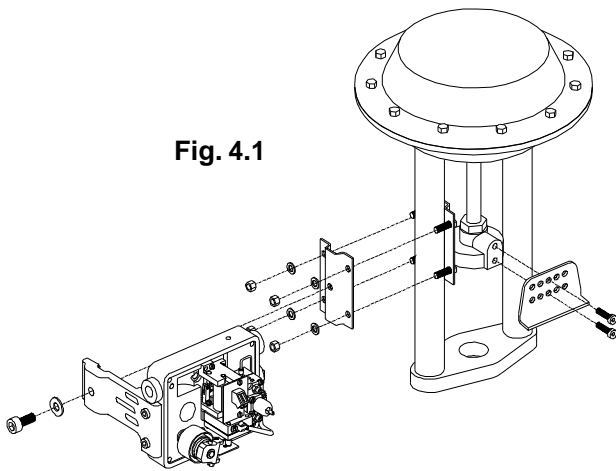

Fig. 4.1
1. Per il corretto orientamento del posizionario controllare la Fig. 4.1
2. Montare la staffa di fissaggio in posizione centrale sul castello dell'attuatore, fissandola con i 4 dadi in dotazione come in Fig. 4.1
1. Check Fig. 4.1 for correct orientation of positioner.